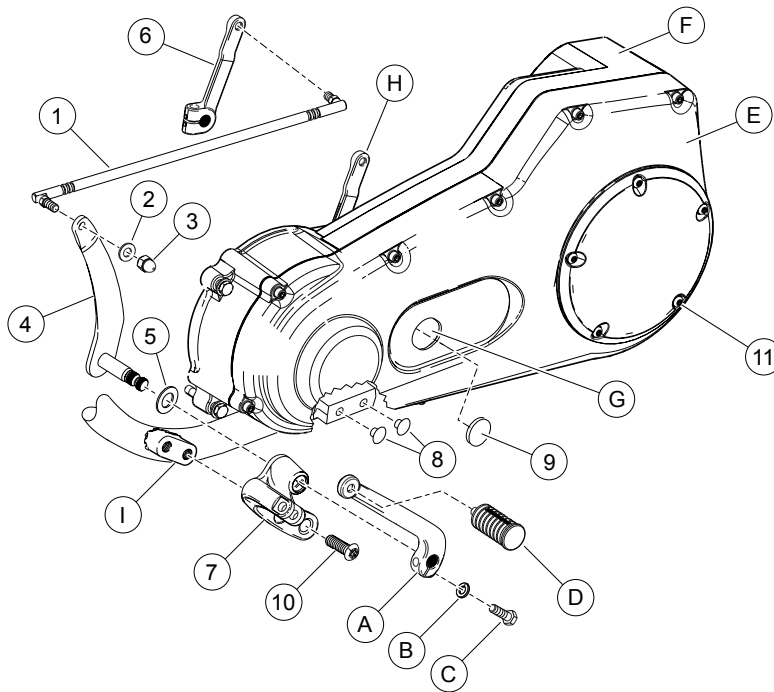
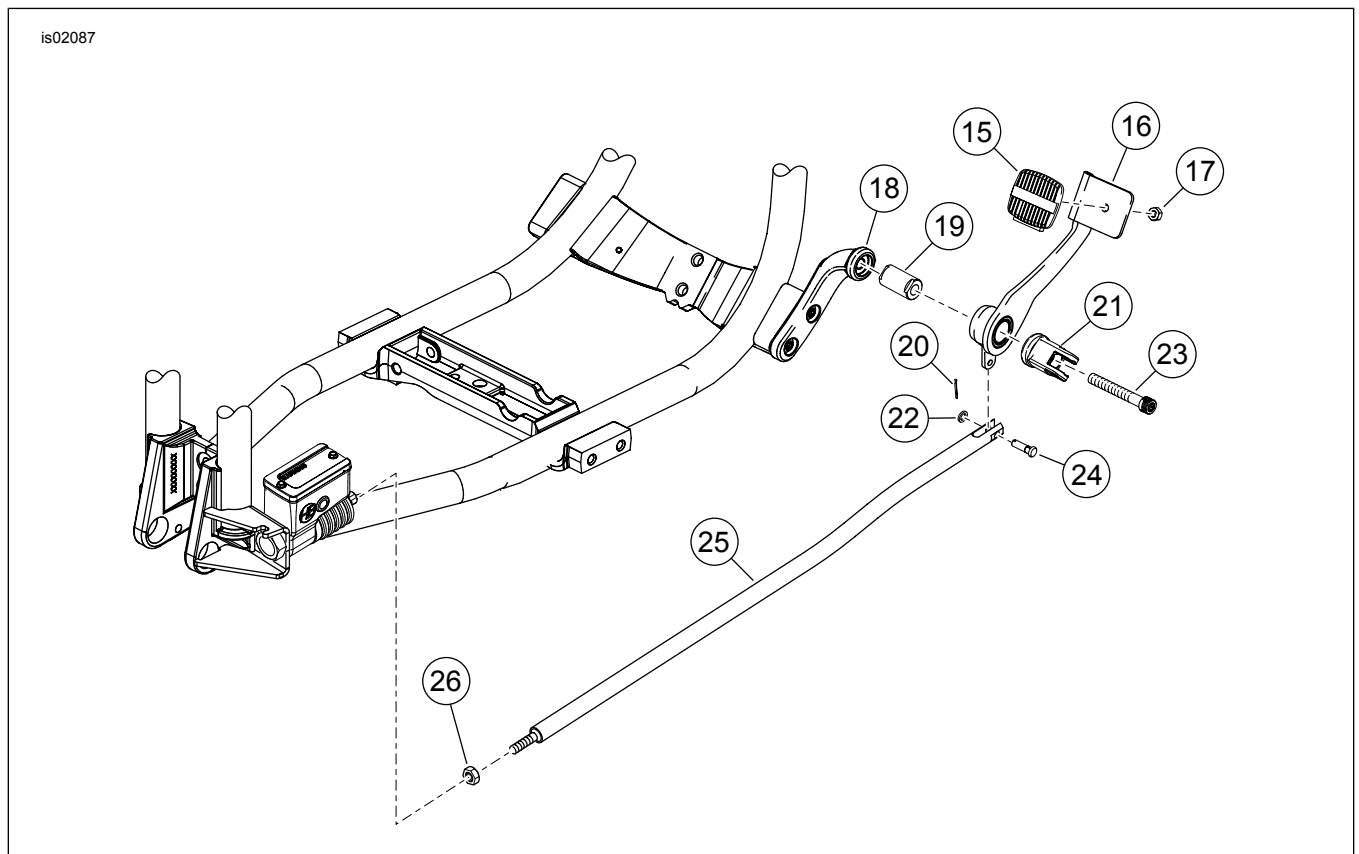

Figure 4. Pièces détachées : kit de commandes au pied avant Dyna
Figure 5. Pièces détachées : kit de commandes au pied avant Dyna
Voir Figure 4 et Figure 5. Les supports de montage et les chapes (7, 18 et 21) peuvent aussi être achetés séparément pour monter ce kit de chrome amélioré sur le FXDWG de série.
Voir Figure 4 et Tableau 1 et Figure 5 et Tableau 2.
2. Voir Figure 4. Retirer l'ensemble de repose-pied gauche du conducteur. Conserver le repose-pied et les fixations pour l'installation. Jeter le reste de la visserie.
3. Pousser les bouchons de trou (8) du kit dans les trous de vis sur le cadre, là où l'ensemble de repose-pied de série était monté.
4. Retirer les bouchons de la monture de cadre de commande avant (I) et les jeter.
5. Retirer le levier de sélecteur de vitesse (A) et la pédale de sélection de vitesse gauche (D). Conserver pour l'utilisation future.
8. Voir Figure 4. Installer une rondelle à ressort (5) sur l'arbre du levier de sélection de vitesse (4). Enduire l'arbre d'antigrippant Loctite® et glisser l'arbre dans le support de sélecteur (7). Installer le support de sélecteur sur les trous de montage de cadre en utilisant les vis Torx® (10). Serrer les vis à un couple de 41–47 N·m (30–35 ft-lbs).
10. Installer la **nouvelle** tige de sélecteur (1) sur le levier de sélecteur de la transmission (6) et le levier de sélection de vitesse (4). Serrer à un couple de 8–10 N·m (70–90 in-lbs).
- Voir Figure 5. Desserrer l'écrou de blocage de tige de frein (26) sur le maître-cylindre de frein arrière.